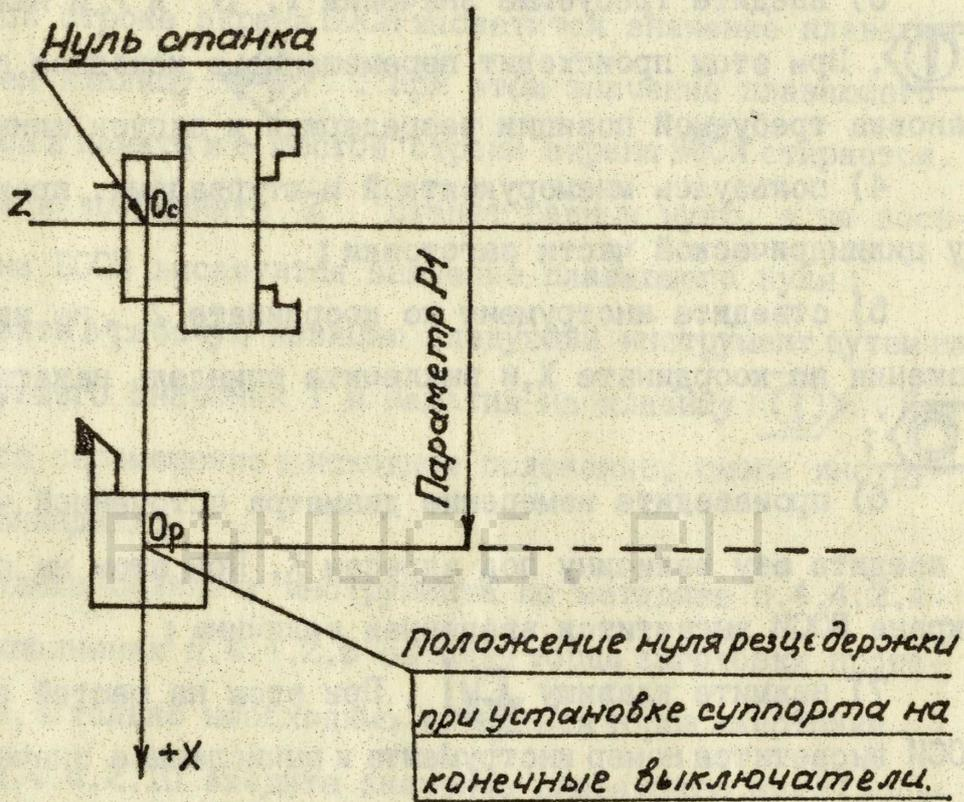

Рис. 1
2) нажмите клавишу , при этом начинается движение по координате X. Направление движения - от оси шпинделя к оператору. По достижении положения, определяемого конечными выключателями, движение по координате X прекращается и начинается движение по координате Z в направлении к шпинделю. При достижении положения, определяемого конечными выключателями, движение по координате Z прекращается (рис.1). Одновременно выключается сигнализация над клавишей , а на четвертой и пятой строках БОСИ высвечиваются цифры, которые характеризуют координаты режущей кромки инструмента относительно НУЛЯ ДЕТАЛИ.